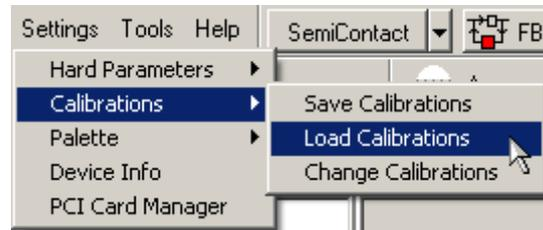

Рис. 2-2
1. В Главном меню последовательно выберите пункты **Settings** → **Calibrations** → **Load Calibrations** (Рис. 2-2).